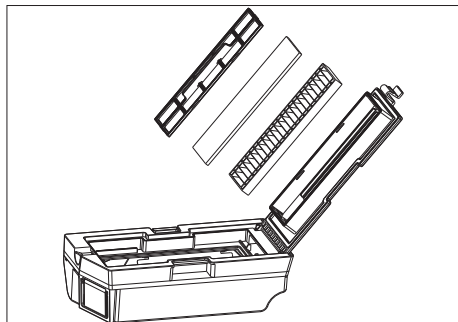

Fig. 18 – Ouvrir le bac à poussière/retirer le filtre
- ▶ Retirez le filtre à poussière avant de le nettoyer à l'eau (voir Fig. 18).
- ▶ Remettez les filtres en place dans le bon ordre (voir Fig. 18).